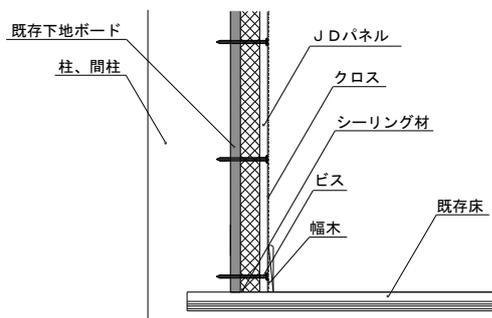

図 11 幅木を取り外した場合の壁下端納まり図(例)
④ 壁下端部納まり図 (例) [床一壁]
- ・ 既存の幅木が外せる場合は、取り外して図 11 のように施工してください。